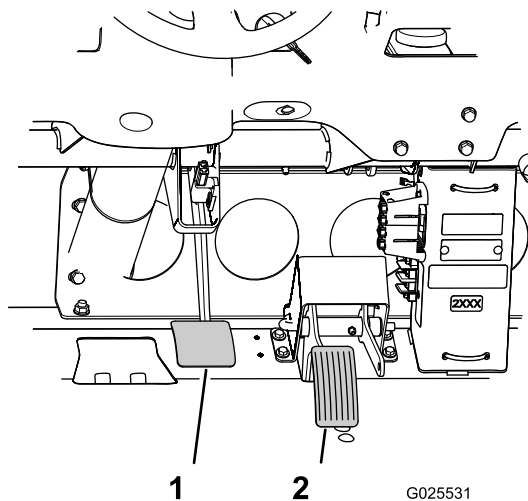

Figura 82
3. Sollevate il pedale del freno (Figura 82) fino a quando non viene a contatto con il telaio.